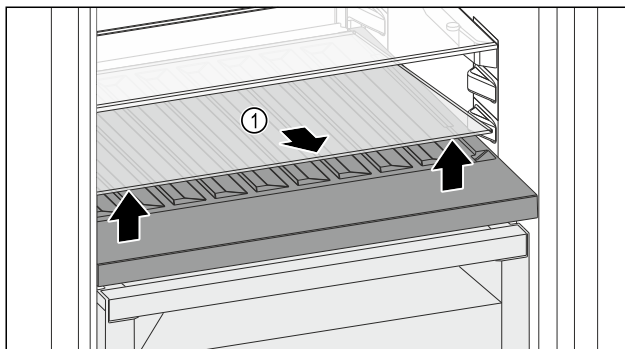

Fig. 105
- ▶ Glasplatte Fig. 105 (1) an der Aussparung vorne anheben und herausnehmen.
- ▶ Glasplatte Fig. 105 (1) außerhalb des Geräts sicher aufbewahren.
- ▶ Glasplatte (2) unter der variablen Flaschenablage einlegen.